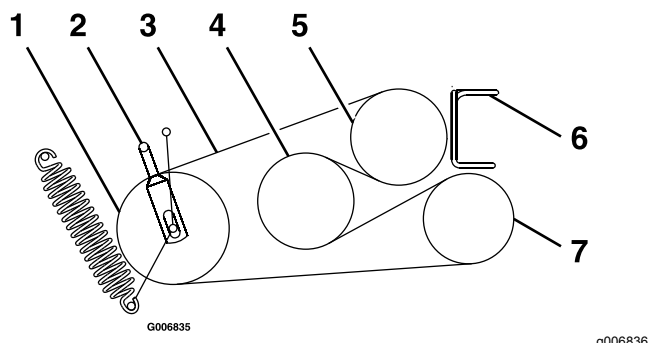

Рисунок 59
6. Ослабьте направляющие ремней **A** и **B** (Рисунок 59).
8. Наденьте на шкивы новые ремни, как показано на Рисунок 59.